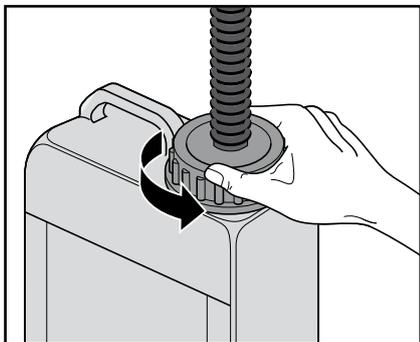

Fig. A1
- Desaperte o dispositivo de fixação do reservatório. (Fig. A1)